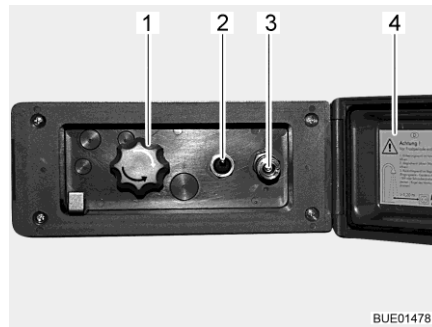

Bild 178 Duschanschluss außen
- Deckel (Bild 178,4) entriegeln und öffnen.
- Schlauch der Außendusche am Schnellverschluss (Bild 178,3) anschließen.
- Wasserpumpe mit Schalter (Bild 178,2) einschalten.
- Wassertemperatur mit Drehknopf (Bild 178,1) nach Wunsch einstellen.
- Wasserpumpe mit Schalter (Bild 178,2) ausschalten.
- Deckel (Bild 178,4) schließen und mit Schlüssel verriegeln.
- Drehknopf (Bild 178,1) auf Mittelstellung stellen.